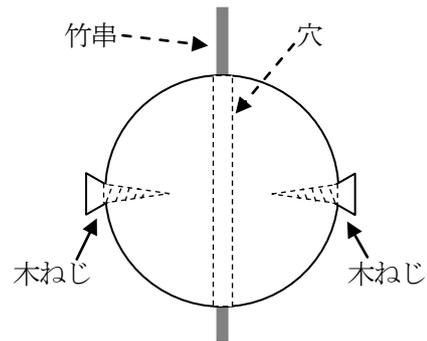

図 1 木ねじのねじ込み位置
- (1) スーパーボール大の中心にキリ等で穴をあける。このとき、穴の深さはスーパーボール大の直径に対し約 1/3 ぐらいまでとする。
- (2) スーパーボール大の穴に竹串を立てる。
- (3) スーパーボール中・小の中心に電動ドリルを使って 2.5mm φ の穴をあけた後、3.8mm φ の穴をあける。
- (4) スーパーボール中・小の穴に、穴の長さの 2/3 程度の長さのストローを中央まで差し込む。
- (5) スーパーボール大および小に対し、図 1 に示す位置に木ねじをねじ込む。
- (6) スーパーボール中・小の順番で竹串に通した